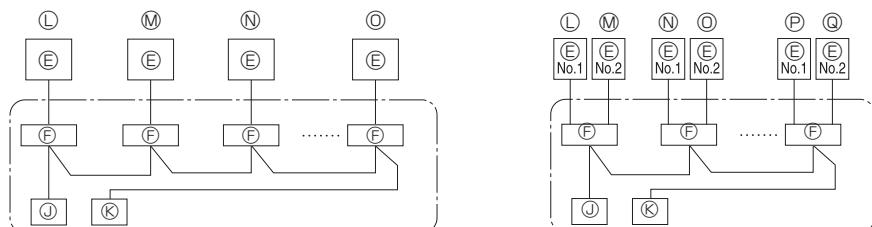

Fig. 6-2
### 6.1. Unidad exterior (Fig. 6-1, Fig. 6-2)
(1) Extraiga el panel de servicio.
(2) Tienda los cables de acuerdo con la Fig. 6-1 y Fig. 6-2.